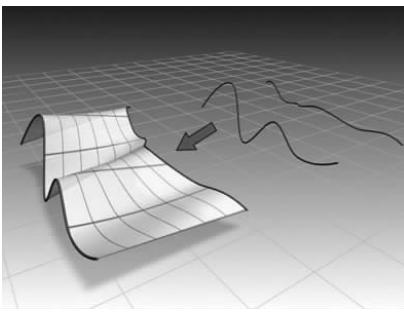

图 5-75 创建规则曲面▲
- **□(创建规则曲面)**: 通过两个曲线子对象生成曲面, 如图 5-75 所示。